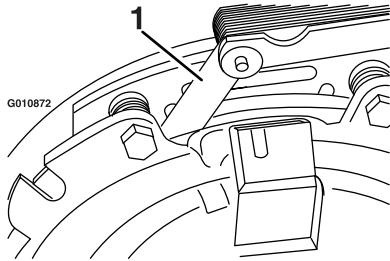
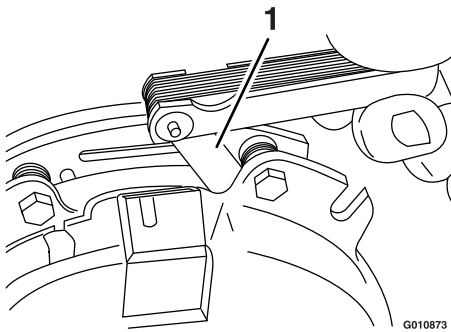

Figure 73
Figure 74
- E. À l'aide d'une jauge d'épaisseur de 0,025 cm, vérifiez qu'il existe un entrefer entre le rotor et la face de l'induit de chaque côté du pôle de frein, comme montré à la Figure 73 et la Figure 74.